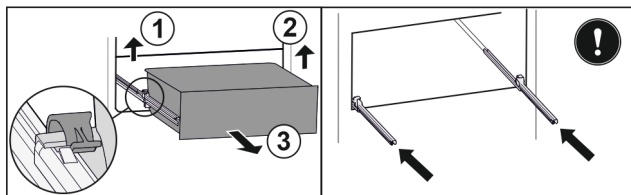

Fig. 46
- ▶ Приподнимите левый зажим и одновременно вытяните движением вперед выдвижной ящик слева. Fig. 46 (1)
- ▶ Приподнимите правый зажим и одновременно вытяните движением вперед выдвижной ящик справа. Fig. 46 (2)
- ▶ Извлеките выдвижной ящик движением вперед. Fig. 46 (3)